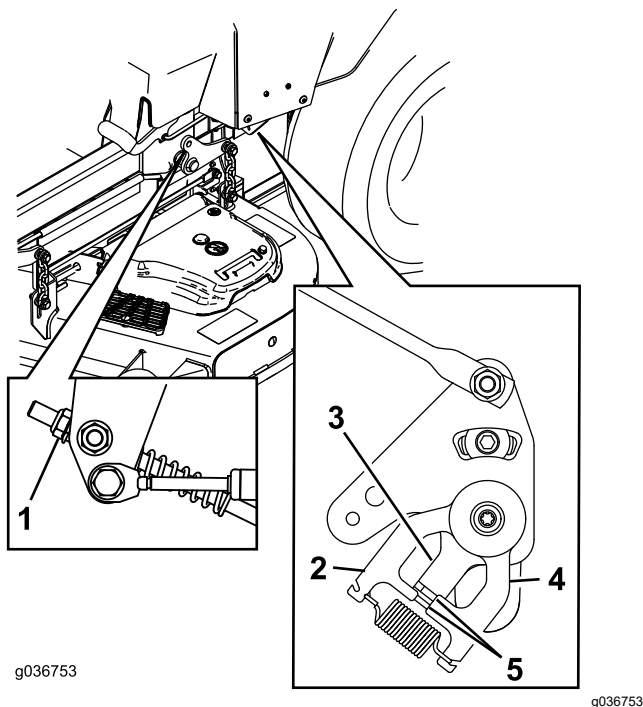

Figura 68
11. Regolate le lunghezze delle aste di controllo della pompa ruotando il dado nella direzione idonea sinché le ruote strisciano leggermente in retromarcia (Figura 67 e Figura 68).